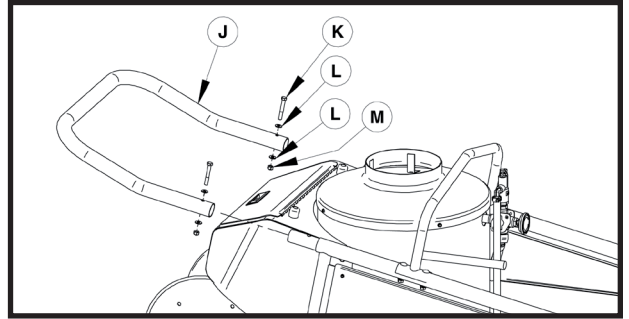

Figure 1
1. Installer la poignée (J sur la figure 1) à l'aide des boulons 5/16" NC x 2 1/4", des rondelles plates 5/16" et des écrous autofreinés 5/16" en nylon (K, L et M sur la figure 1).